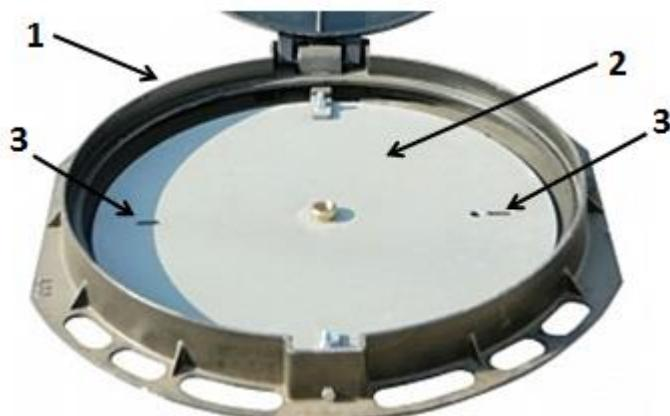

Рис. 7. Отверстия в нижней крышке УЗЛ-Л:
5.1.1. Крюки с Т-образными концами необходимы для извлечения нижней крышки из корпуса люка и для установки её на место. Используется пара крюков. Крюки, взяв их в обе руки, вставляют в отверстия нижней крышки (рис. 7). И, повернув каждый крюк на 90°, поднимают крышку. Крышку кладывают рядом с колодцем так, чтобы не загрязнить запорный механизм.